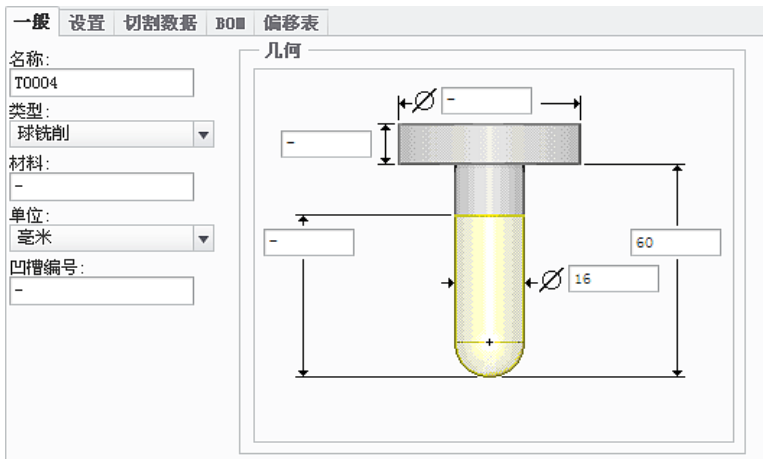

图 10.1.41 设定刀具一般参数
Step3. 在弹出的“刀具设定”对话框中,单击“新建”按钮,设置图 10.1.41 所示的刀具参数,然后依次单击 **应用** 和 **确定** 按钮,完成刀具参数的设定。